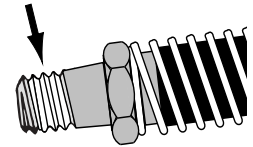

Figura 4
**NOTA:** avvolgere il nastro di teflon di un giro e mezzo, lasciando il primo filetto completamente libero, per assicurare che pezzi di nastro non si stacchino, penetrando nel sistema oleodinamico e danneggiandolo. Vedere la Figura 4.